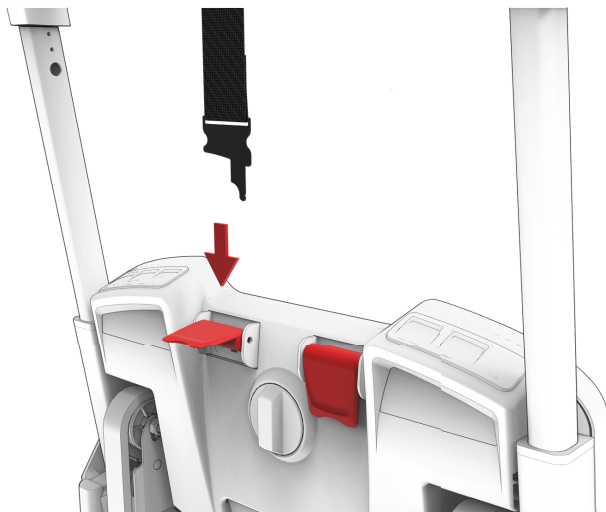
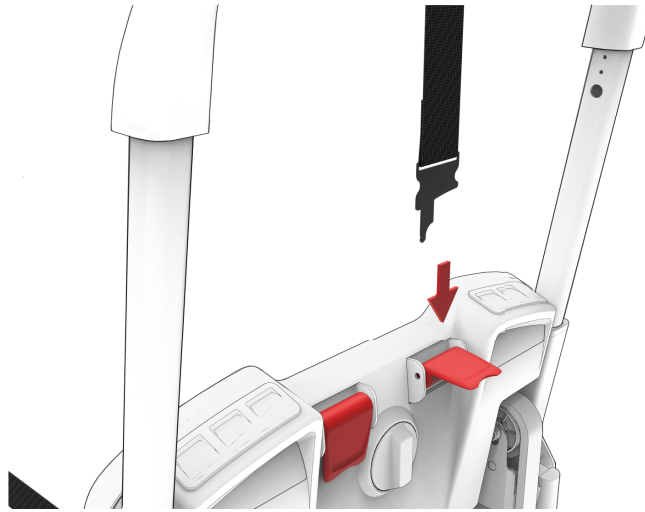

Figura 23 – Cureaua de umăr, stânga pacientului
Figura 24 – Cureaua de umăr, dreapta pacientului
5. Înfășurați cureaua de umăr din dreapta pacientului peste spătarul scaunului și pe sub bara de prindere (Figura 23 și Figura 24). Ridicați cama SRP din dreapta pacientului, apoi introduceți clema de umăr prin cama SRP și trageți.